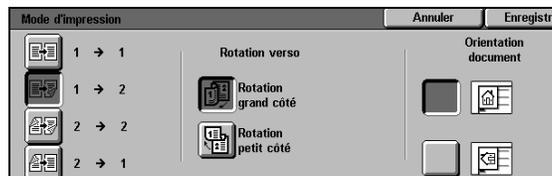

Figure 4 : Option 1 - 2
- **1 - 2** : permet d'obtenir des copies recto verso à partir de document recto (voir la figure 4).